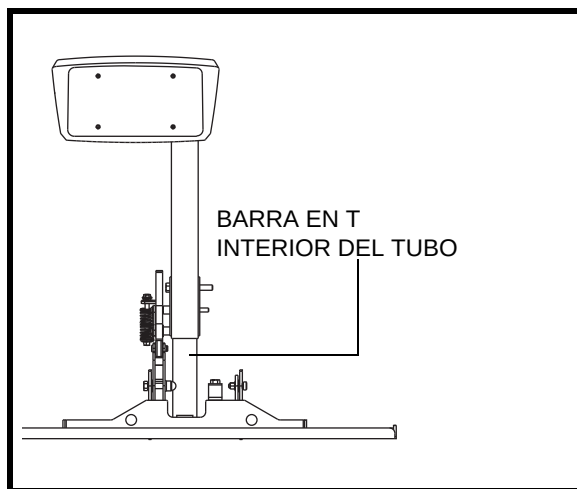

Figura 22. Mantenimiento de la estructura del elevador
- Limpie y lubrique el interior del tubo telescópico en T. Use únicamente una grasa de litio resistente a todo tipo de climas. **Ver figura 22.**